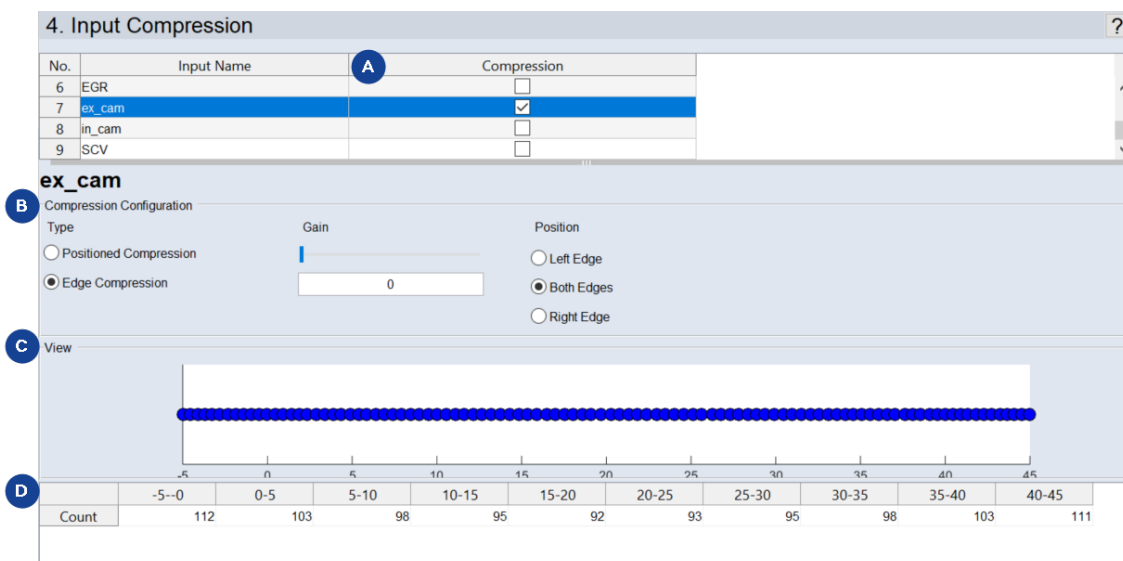

図7-6: ASCMO-STATIC ExpeDes ステップ4 : 入力の圧縮 (Edge Compression タイプ)
1. ウィンドウ上部のリストの **Compression** 列で、圧縮したい入力を選択します (図7-6: 上記のA)。
この領域 (図7-6: 上記のB) で、圧縮のタイプと方向を指定します。圧縮のタイプは2種類から選択できます。
この領域 (図7-6: 上記のCとD) の上部には測定ポイントの位置がグラフィカルに表示され、設定された圧縮のようすがわかります。その下には、圧縮の結果得られた各区間の測定値数 (**Count**) が表示されます。